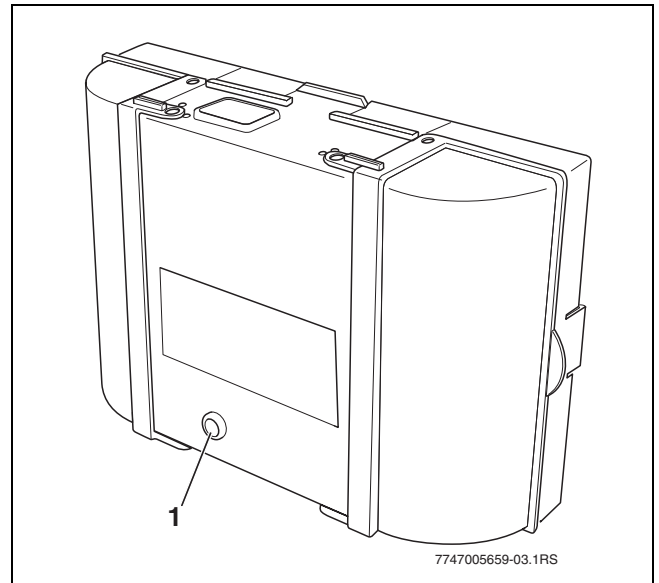

Рис. 3 Сброс неисправностей на автомате горения SAFe
- ▶ Нажмите кнопку подавления помех на автомате горения SAFe (→ рис. 3, [1]) для сброса неисправности.